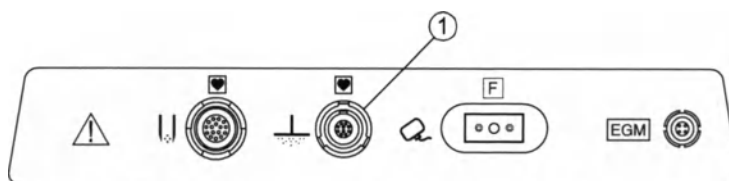

Рис. 3-8. Порт для монополярного устройства
2. Вставьте многоштырьковый разъем монополярного устройства в соответствующий порт на правой стороне генератора и зафиксируйте его там (Рис. 3-8). Не прикладывайте к разъему чрезмерного усилия.